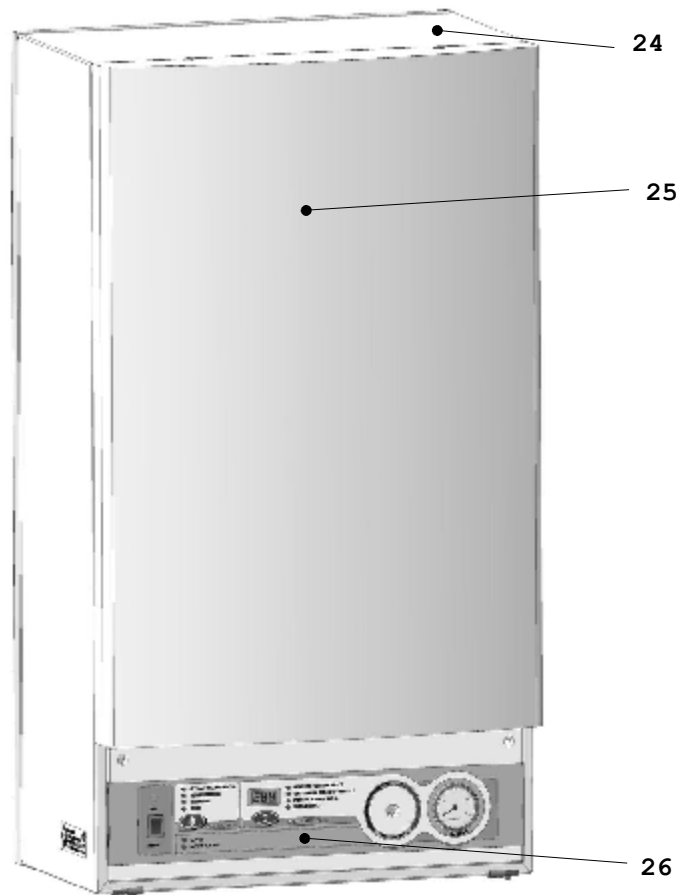

Рис. 2
4.2. На кожухе (24) Рис. 2 в нижней его части расположена панель управления (26) с элементами управления и индикации режимов работы прибора. Для монтажа и обслуживания устройств, расположенных внутри прибора, панель лицевая (25) может сниматься предоставляя доступ к любому узлу.
| 10 - плата питания и реле | 24 - кожух (рис.2) |
| 11 - автоматический выключатель | 25 - панель лицевая (рис.2) |
| 12 - предохранительный клапан | 26 - панель управления (рис.2) |